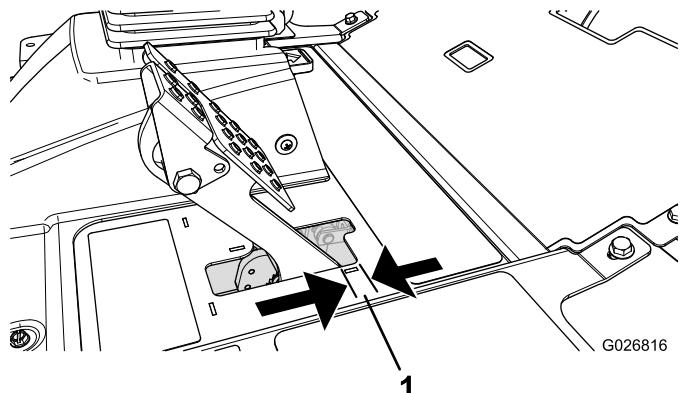

Figure 62
Réglez les freins si la garde à la pédale de frein est supérieure à 2,5 cm (Figure 62) ou si la force de maintien offerte est insuffisante. La garde est la distance parcourue par la pédale de frein avant que le freinage soit ressenti.
2. Serrez l'écrou arrière afin de pouvoir déplacer le câble en arrière jusqu'à obtention d'une garde de 6 à 13 mm (Figure 62), avant le blocage des roues.